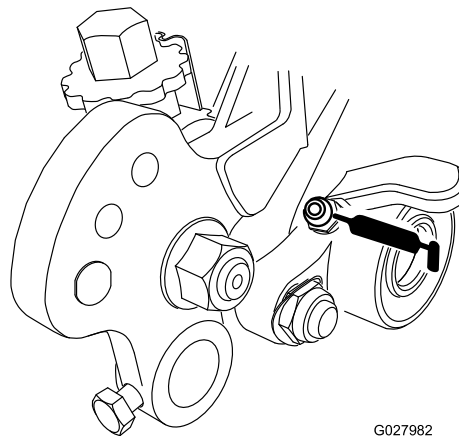
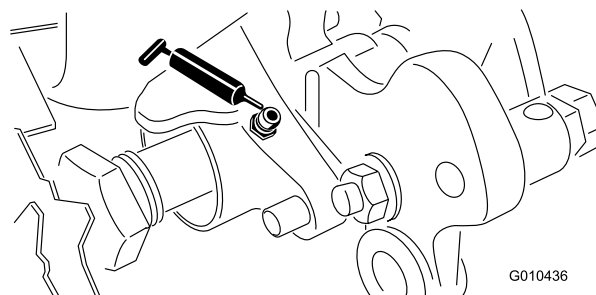

Figura 17
Figura 18
33. Lubrique los cojinetes del acondicionador (**Figura 17** y **Figura 18**) cada semana o después de cada 10 horas de uso, antes de cualquier periodo prolongado de inutilización, e inmediatamente después de cada lavado. Bombee grasa en cada engrasador hasta que aparezca